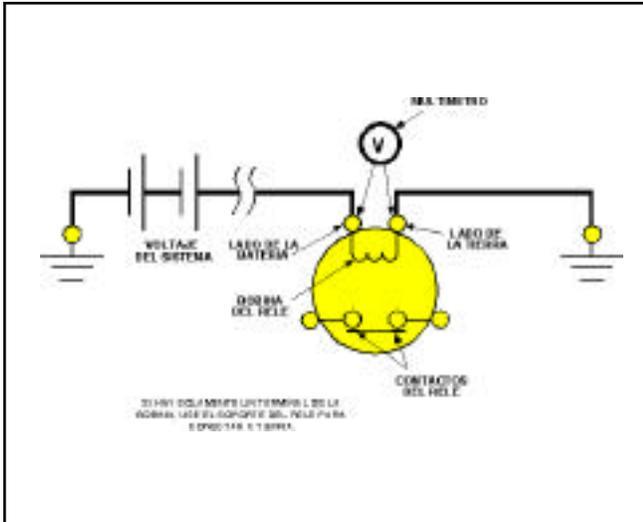

Ilustración 2. Comprobación de que se mide el voltaje del sistema entre los terminales de la bobina del relé.
2. Conecte el multímetro entre los terminales tal como se muestra en la Ilustración 2 para medir el voltaje del sistema entre los terminales de la bobina del relé. Para sistemas de 24 voltios, este voltaje debe ser superior a 22 voltios. Para sistemas de 12 voltios, debe ser mayor de 11 voltios. Si el voltaje medido es menor que el especificado o es cero, siga con el resto de este paso 2; en caso contrario, vaya al paso 3.